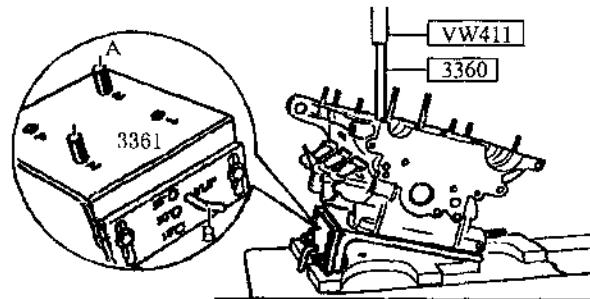

图 1-13 气门与导管(一)
(2) 拆气门导管。如图1-13所示,在底座3361的第2、3位置安装对应气缸盖螺栓孔A的支撑销,把插销B插入各个气门角度对应的孔中,中进气门15°,外进气门21.5°,排气门20°,用W411和压杆3360压出气门导管。
(3) 安装气门导管。如图1-13所示,将新导管涂油后,用3360压杆从凸轮轴侧压入(压力>10 kN)气缸盖直至与台阶接触,用铰刀3363并加适量的切削液铰一下导管孔。